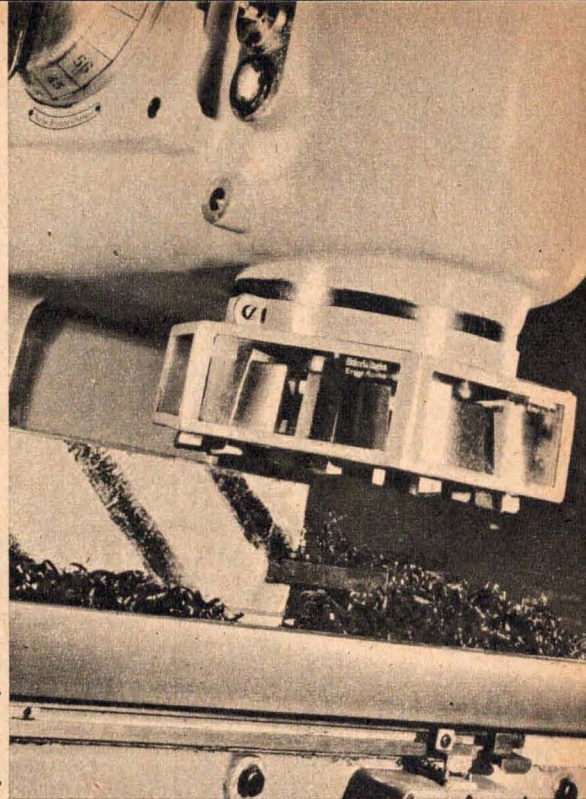

Abb. 2 Messerkopf einer Senkrechtfräsmaschine im Einsatz
Den Aufgaben, für die der Lehrbaukasten konstruiert worden ist, wird er jedoch vollauf gerecht. Es lassen sich eine große Anzahl von funktionsfähigen Modellen kybernetischer Maschinen aus ihren Grundbausteinen — den logischen Schaltungen (Abb. 1) — zusammensetzen. Dabei können komplizierte Schaltungen im Unterricht anschaulich aus einfachen Elementen hergeleitet werden (Abb. 2). Während in kybernetischen Geräten fast nur elektronische Bauelemente (Halbleiter) verwendet werden, mit denen Tausende von Rechenoperationen in der Sekunde gelöst werden können, wurden beim Bau des Lehrbaukastens nur Flach- und Telegrafengeräte verwendet. Die Schaltgeschwindigkeit ist dabei erheblich geringer als bei Röhren und Halbleitern. Das Schließen der Kontakte erfordert Zeit, und die magnetische Trägheit der Relais verzögert ebenfalls den Schaltvorgang. Dadurch „hört“ man das Modell förmlich rechnen, und das Aufflackern der Zahlen an der Ausgabeplatte zeigt, wie das Ergebnis erarbeitet wird.
Abb. 2 Die in Abb. 1 dargestellten komplizierteren Schaltungen lassen sich aus den drei Grundelementen zusammensetzen. Im Bild: Die Zusammensetzung einer Antivalenz (oberhalb des Lampenfeldes) aus den drei logischen Elementarschaltungen.
2. Senkrechtfräsmaschinen (Abb. 2) mit ihren Vari-
Lösung der 5. Preisaufgabe: (siehe dazu Abb. 2)